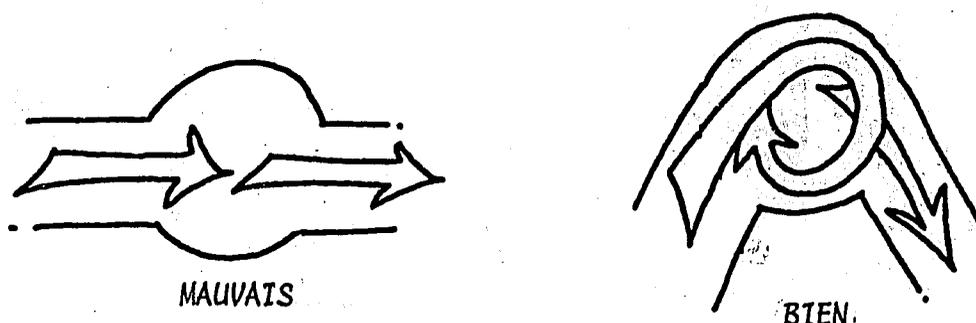

Figure 36
3. Essayez de garder les gaz chauds sous les marmites aussi longtemps que possible. Ceci peut se faire en formant un coude brusque du tunnel là où il passe sous chaque marmite (voir Figure 36).